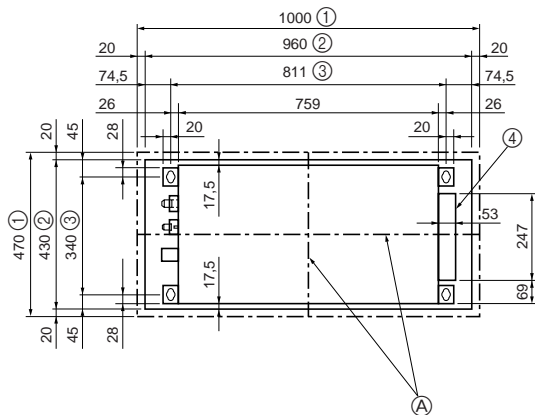

Fig. 2-3
### (MM) 2.3. Расположение отверстия в потолке и навесных болтов (Fig. 2-3)